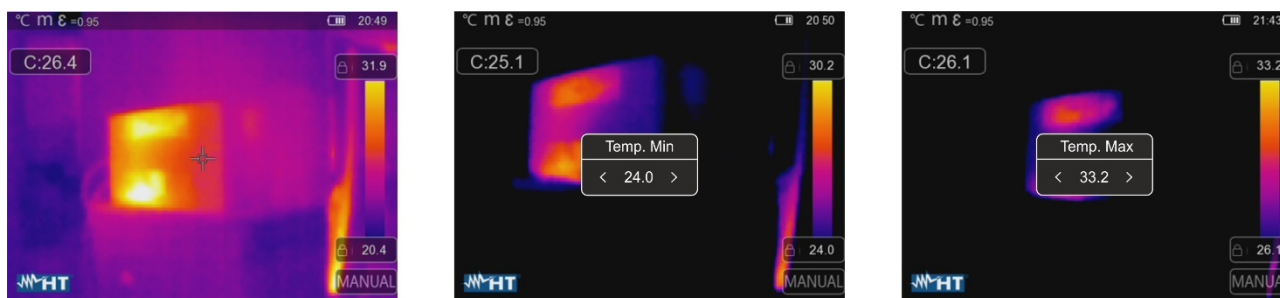

Fig. 45: Configuração do modo manual
- Modo **Histograma (HG)** → os níveis de temperatura mínimo e máximo do objeto enquadrado no dispositivo são sempre definidos automaticamente, como no modo Auto, pelo instrumento, mas neste caso as áreas da imagem em que os valores de temperatura são muito diferentes são destacadas das áreas adjacentes. A relação entre a temperatura e a cor da paleta é não linear com base num algoritmo de histograma. Este modo enfatiza a exibição da imagem em ambientes de trabalho muito escuros
1. Clique em  ou no símbolo "AUTO" na parte inferior direita do ecrã. As imagens na Fig. 45 mostram as seleções dos modos "AUTO" e "HG"
3. Toque no ícone "🔒" na parte inferior da barra e use as teclas de seta < ou > para definir o valor da temperatura mínima associada ao nível baixo da barra em etapas de 0,1 ° C (ver Fig. 45 - parte central)
5. Toque no ícone "🔒" na parte superior da barra e use as teclas de seta < ou > para definir o valor da temperatura máximo associada ao nível alta da barra em etapas de 0,1 ° C (ver Fig. 45 - parte direita)